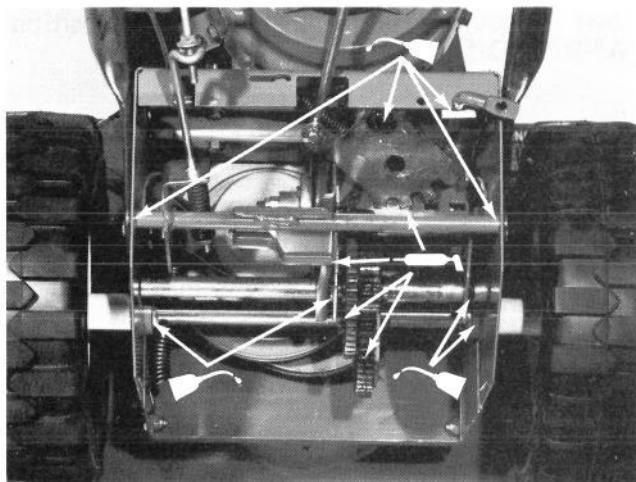

Figure 22
D'abord, vidangez le réservoir d'essence. Deuxièmement, basculez la déneigeuse sur son logement de tarière et bloquez-la pour qu'elle ne puisse tomber. Enlevez ensuite les quatre vis taraudeuses qui retiennent la plaque de protection arrière en place et enlevez la plaque du bloc de traction. Lubrifiez alors légèrement les points indiqués avec de l'huile SAE 10W-40 (Fig. 22). Essuyez tout excès d'huile. Enfin, remettez en place la plaque de protection arrière à l'aide des quatre vis taraudeuses.
3. Desserrez les quatre écrous à colerette (Fig. 22) retenant les patins aux plaques latérales du logement de tarière. Descendez ensuite les patins pour que la tarière soit aussi loin que possible de la surface plane et de niveau, puis resserrez les écrous à colerette.